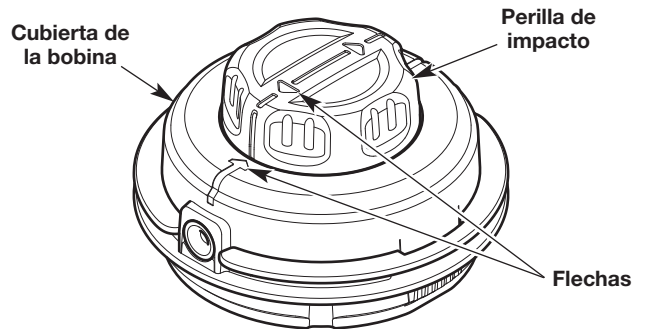

Fig. 20
- Gire la perilla de impacto para alinear las flechas de la perilla con las flechas de la cubierta de la bobina (Fig. 20).